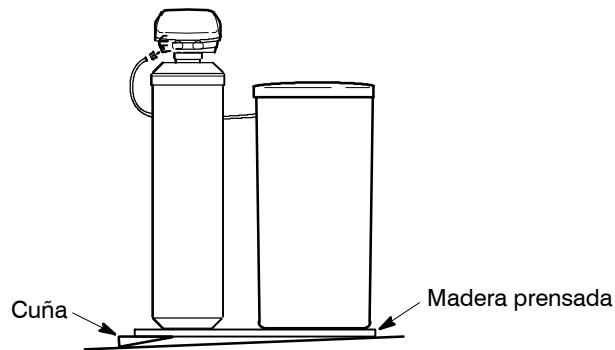

Ilustración 6 (Si se necesita para la nivelación)
1. Lleve el ablandador de agua a la posición deseada. Póngalo en una superficie nivelada. Si es necesario, ponga el ablandador de agua sobre un pedazo de madera contrachapada que tenga un mínimo de 3/4" de grosor. Luego, cuñe la madera por debajo para nivelar el ablandador de agua, ver la ilustración 6.